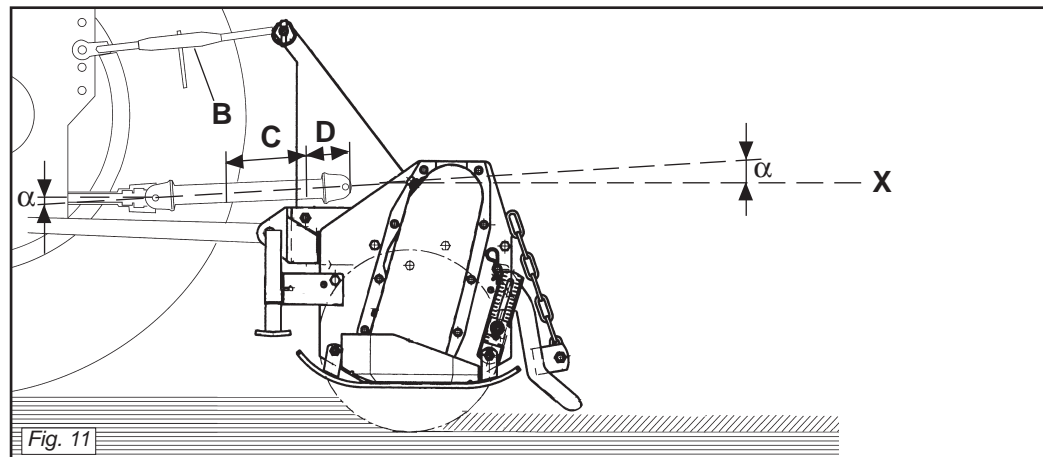
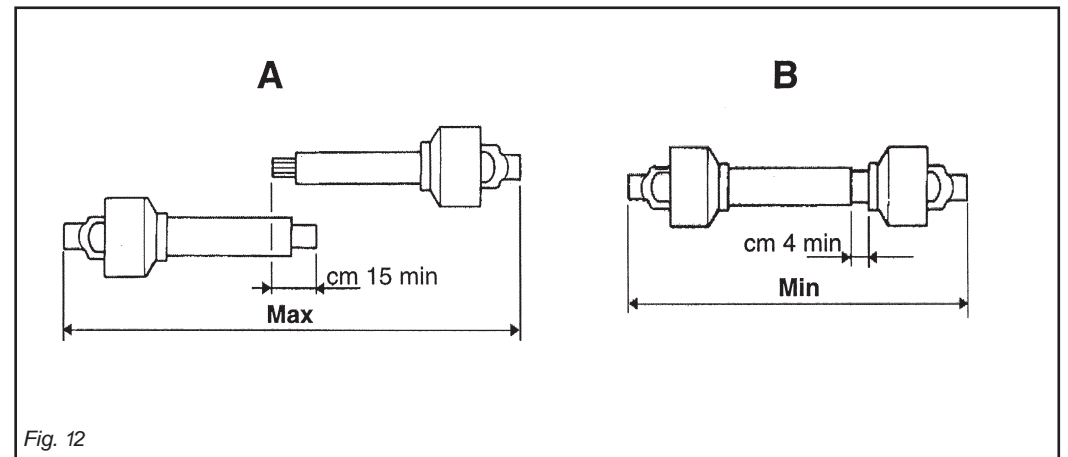

Fig. 11
Fig. 12
Per fare ciò aumentare o diminuire la lunghezza della barra superiore dell'attacco (B Fig. 11) in modo da portare l'asse (X Fig. 11) della ghiera scanalata della scatola parallela al suolo.
To achieve this, increase or decrease the length of the top bar of the hitch (B Fig. 11) so as to set the axis (X Fig. 11) of the housing's grooved ring nut parallel to the ground.
Pour obtenir cette condition augmenter ou diminuer la longueur de la barre supérieure de l'attelage (B Fig. 11) de manière à ce que l'axe (X Fig. 11) de la bague cannelée de la boîte soit parallèle au sol.
Um dies zu erhalten, die Länge der oberen Kupplungsstange (B Abb. 11) erhöhen oder verringern, bis die Achse (X Abb. 11) der Keilmutter des Gehäuses parallel zum Boden steht.
Para ello aumentar o disminuir la longitud de la barra superior del enganche (B Fig. 11) en modo de llevar el eje (X Fig. 11) de la tuerca ranurada de la caja paralela al terreno.
- I due angoli ( $\alpha$  Fig. 11) formati dalle assi delle forcelle e l'asse dei tubi scorrevoli saranno uguali e non dovranno superare i 10°.
- La copertura (C Fig. 11) dei tubi scorrevoli deve essere di 15 cm minimo (Fig. 12).
- I due tubi dell'albero di trasmissione a cardano non si devono ricoprire completamente, una corsa di sicurezza (D Fig. 11) di 4 cm minimo deve sussistere.
- Gli angoli ( $\alpha$  Fig. 11) dei cardani non devono essere superiori a 40° (Fig. 11).
- The two angles ( $\alpha$  Fig. 11) formed by the fork axes and the axis of the sliding tubes will be equal and must not exceed 10°.
- The sliding tubes (C Fig. 11) must overlap by at least 15 cm (Fig. 12).
- The two tubes of the driveline shaft must not fully overlap. There must always be a safety travel (D Fig. 11) of at least 4 cm.
- The angles ( $\alpha$  Fig. 11) of the drivelines must not exceed 40° (Fig. 11).
- Die beiden Winkel ( $\alpha$  Abb. 11), die aus den Achsen der Gabeln und der Achse der Gleitrohre bestehen, müssen gleich groß sein und dürfen auf keinen Fall größer als 10° sein.
- Die Überdeckung (C Abb. 11) der Gleitrohre muss mindestens 15 cm ausmachen (Abb. 12).
- Die beiden Rohre der Gelenkwelle dürfen sich nicht ganz überdecken. Es muss noch einen Sicherheitshub (D Abb. 11) von mindestens 4 cm geben.
- Die Winkel ( $\alpha$  Abb. 11) der Gelenkwellen dürfen nicht größer als 40° sein (Abb. 11).
- Les deux angles ( $\alpha$  Fig. 11) formés par les axes des fourches et l'axe des tubes coulissants doivent être identiques et ne doivent pas dépasser 10°.
- La couverture (C Fig. 11) des tubes coulissants doit être au minimum de 15 mm (Fig. 12).
- Les deux tubes de l'arbre de transmission à cardans ne doivent pas se recouvrir complètement, il doit rester une course de sécurité (D Fig. 11) de 4 cm au minimum.
- Les angles ( $\alpha$  Fig. 11) des cardans ne doivent pas être supérieurs à 40° (Fig. 11).
- Los dos ángulos ( $\alpha$  Fig. 11) formados por los ejes de las horquillas y el eje de los tubos corredizos serán iguales y deberán superar los 10°.
- La cobertura (C Fig. 11) de los tubos corredizos debe ser como mínimo de 15 cm (Fig. 12).
- Los dos tubos del árbol de transmisión de cardán no se deben cubrir completamente, debe quedar una carrera de seguridad (D Fig. 11) de 4 cm como mínimo.
- Los ángulos ( $\alpha$  Fig. 11) de los cardanes no deben ser superiores a 40° (Fig. 11).
Quando esso è inserito al massimo, il gioco minimo consentito deve essere di 4 cm. (Fig. 12).
*When fully inserted, the minimum play must be 4 cm. (Fig. 12).*
*Quand il est entièrement rentré, le jeu minimum admissible doit être de 4 cm. (Fig. 12).*
Wenn die beiden Teile ganz zusammengeschoben sind, muß das kleinstmögliche Spiel 4 cm ausmachen. (Abb. 12).
Quando está inserido al máximo, el juego mínimo permitido debe ser de 4 cm. (Fig. 12).